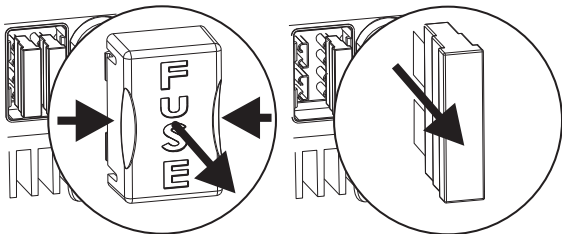

Figure 2
- S'assurer que la sortie de la source d'alimentation (batterie) soit arrêtée pendant l'installation. S'assurer également qu'aucun consommateur ne soit connecté à la batterie pendant l'installation, afin d'éviter des situations dangereuses. Retirer le capuchon fusible et le fusible (figure 2).